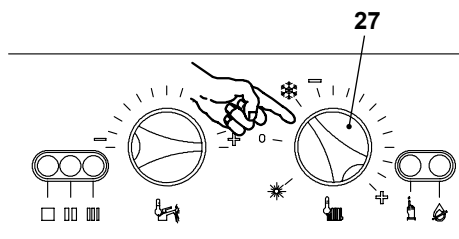

Figura 7.8
- Spegnere la caldaia portando il selettore 27 come indicato in Figura 7.8.